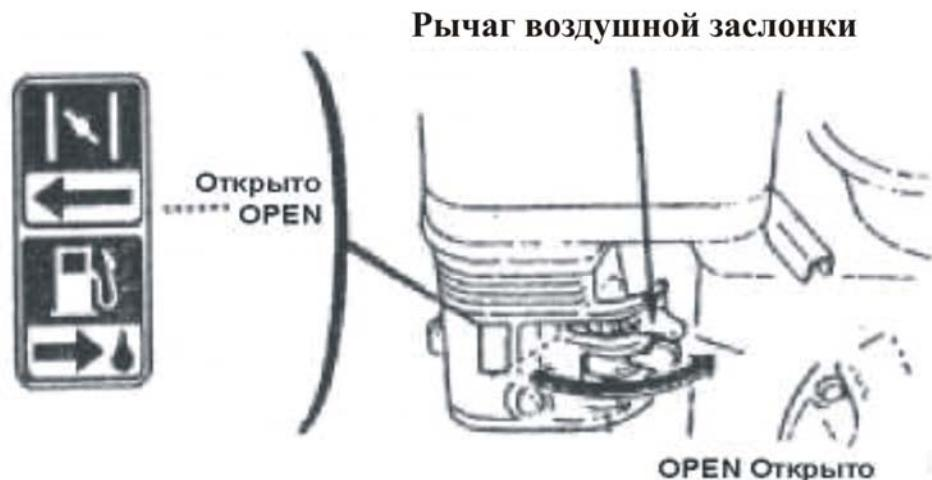

Рис.17
- Прогрейте двигатель и передвиньте рычаг воздушной заслонки в положение «OPEN» («Открыто») (Рис. 17).